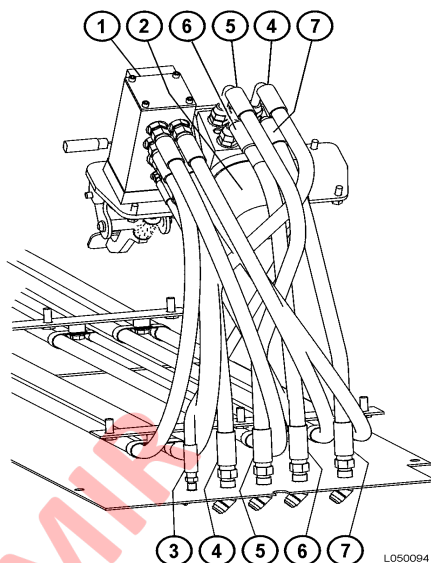

FIGURA 5-2. UNIDAD DE COTROL DE DIRECCIÓN
3. Marque todas las líneas hidráulicas para poder identificarlas correctamente durante la instalación. Desconecte las líneas hidráulicas (ver Figura 5-2) de la unidad de control de dirección y tápelas.
4. Apriete todos los pernos al torque estándar. Desconecte y conecte las líneas hidráulicas a sus puertos correspondientes en la unidad de control de dirección (consulte la Figura 5-2).